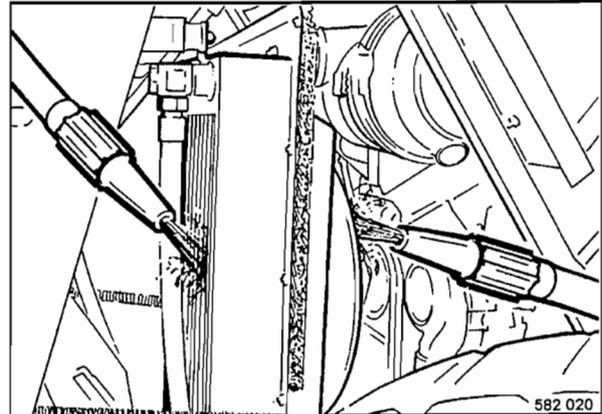

Fig. 66
- Limpiar el radiador soplando con aire comprimido (Fig. 66).